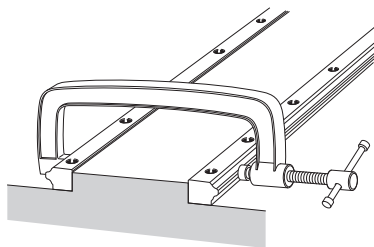

图22
(2) 使用小老钳将2个LM轨道与基座的安装面压紧,使它们与基准面密切接触,然后按建议的力矩(参照 B1-101)将安装螺栓拧紧。(图22)